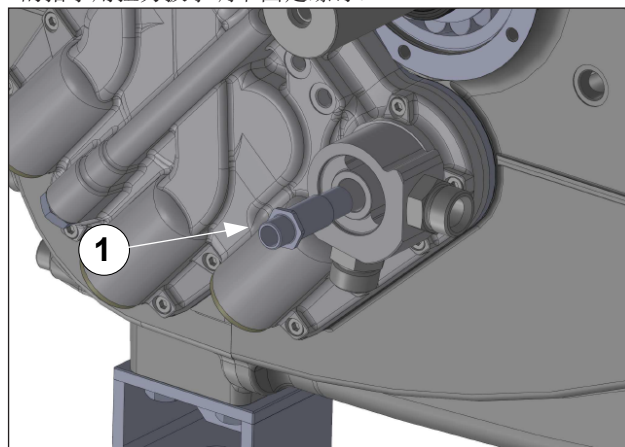

图 130
拧紧交换器管道接头的两个曲管 (①, 图 130) 并按照段落3的指示用扭力扳手进行调节。